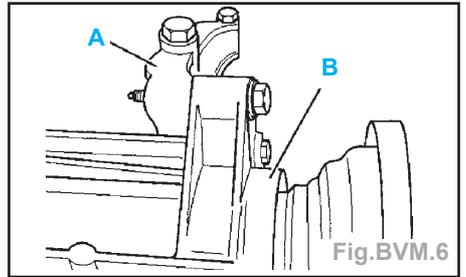

Fig.BVM.6
- Déposer le support de BV (A) du moteur et du carter de palier (B) (Fig.BVM.6).